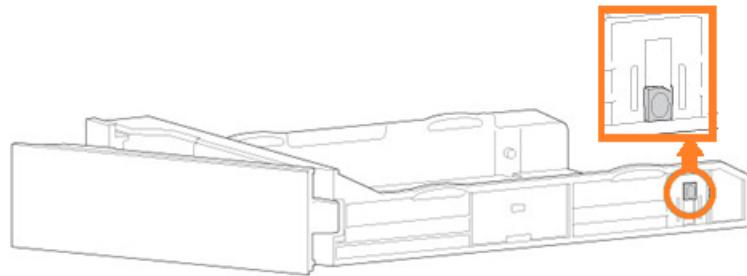

Рисунок 96 - Переключатель адаптера SSD
- 4) В нижнем правом углу лотка жестких дисков имеется переключатель адаптера SSD (Рисунок 96). Переключите его в нижнее положение.